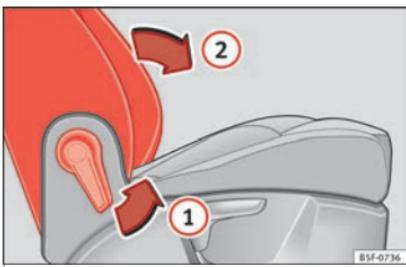

Fig. 152 Siège du passager avant : levier pour rabattre le dossier.
- Tirez le levier ① »» **fig. 152** et appuyez sur le dossier vers l'avant ② de façon à ce que le dossier se trouve en position horizontale.